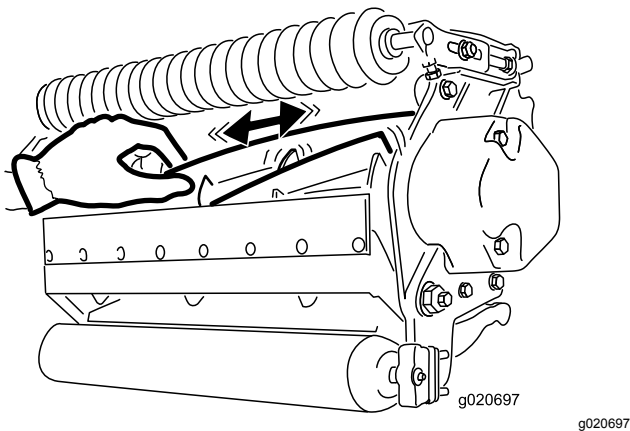

Figure 31
2. Tenez la lame du cylindre avec un gant épais ou un chiffon et essayez de déplacer le cylindre latéralement (Figure 31).